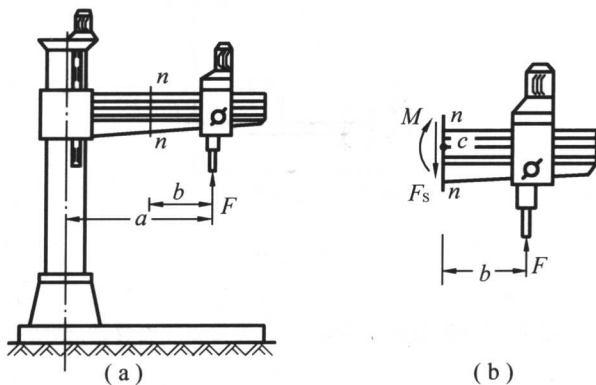

图 1-1
1.1 对图 1-1(a) 所示钻床,试求 $n-n$ 截面上的内力。
解 应用截面法,取图 1-1(a) 所示截面 $n-n$ 以右部分作为研究对象,其受力如图 1-1(b) 所示。由平衡条件 $\sum F_y = 0, F - F_s = 0$, 和 $\sum M_c = 0, Fb - M = 0$, 解得 $F_s = F, M = Fb$ 。